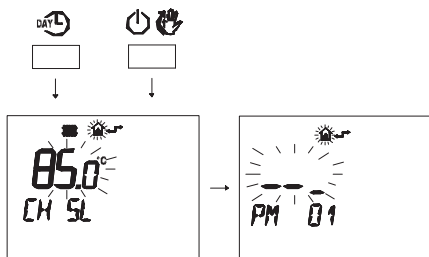

Figura 5.32
- Premere contemporaneamente i pulsanti  e  per entrare nella programmazione trasparente (Figura 5.32).